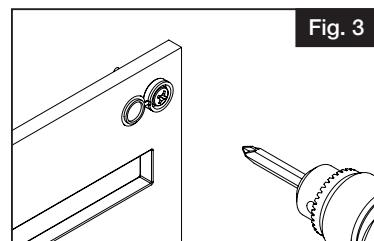
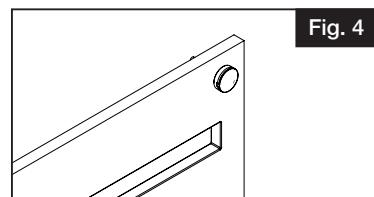

Fig. 3
Fig. 4
- 3.** Place the screw cover over the screw shank. Line the screw up with the pre-drilled holes and secure the sheeting in place (Fig. 3). DO NOT over-tighten the screw. Snap screw cover in place to hide the fastener (Fig. 4).
- 3.** Placer les cache-vis sur les têtes de vis. Aligner les vis sur les avant-trous, puis fixer les panneaux en place (Fig. 3). NE PAS trop serrer les vis. Encliquer les cache-vis pour cacher les attaches (Fig. 4).
- 3.** Coloque el tapón del tornillo sobre el vástago roscado. Alinee el tornillo con los agujeros taladrados y fije la lámina en su lugar (Fig. 3). NO apriete demasiado los tornillos. Encaje el tapón de tornillo en su lugar para esconder el tornillo (Fig. 4).